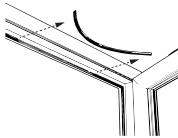

Рис. 9
6. Удалить отрезанный уплотнитель из паза рамы (рис.9).